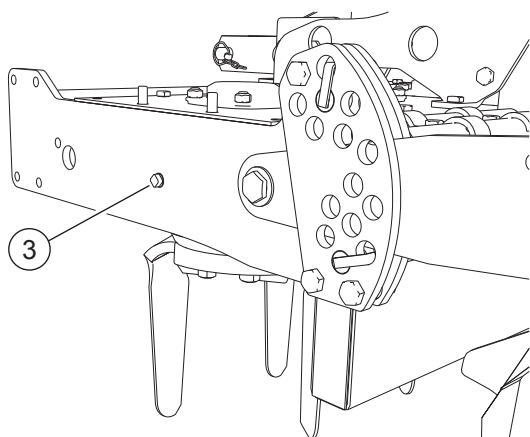

FIG. 42
- Posizionare un recipiente sotto al tappo di uscita olio (3, "Fig. 42").